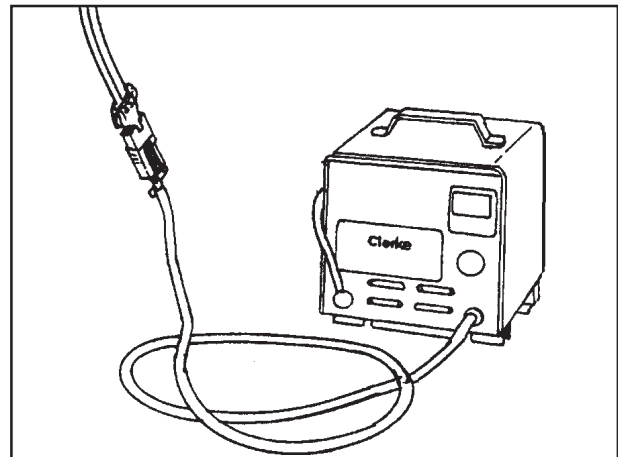

Figure 8A
5. Connectez le connecteur CC du chargeur à celui de l'ensemble des batteries. Voir figure 8A